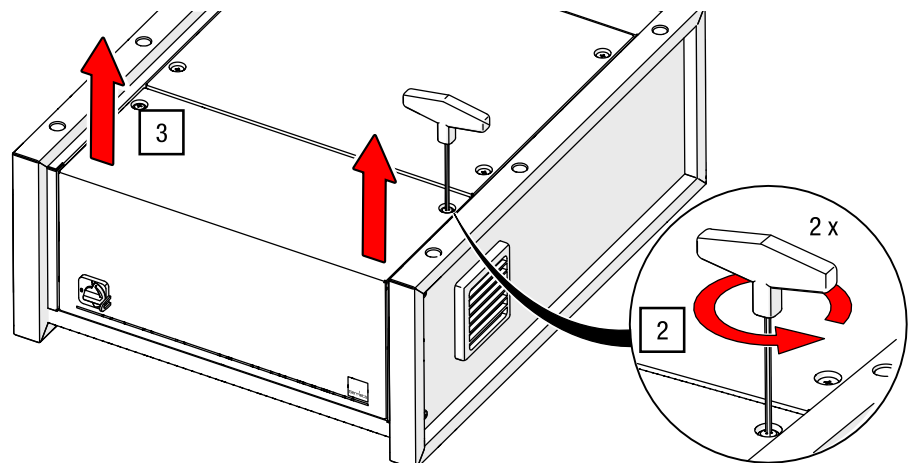

Abb. 16: Bedienfeld lösen und anheben (Steuerungsmodell kann abweichen)
Steuerung G-FRAME	<ul style="list-style-type: none"> Das Bedienfeld ist an Frontseite der liegenden Steuerung montiert (siehe Abb. 16) Die Steuerung ist vom Netz getrennt
- Lösen Sie das Bedienfeld mit dem ISK SW 3 an beiden Seiten (siehe Abb. 16).
- Heben Sie das Bedienfeld von dem Steuerungskasten an (siehe Abb. 16).